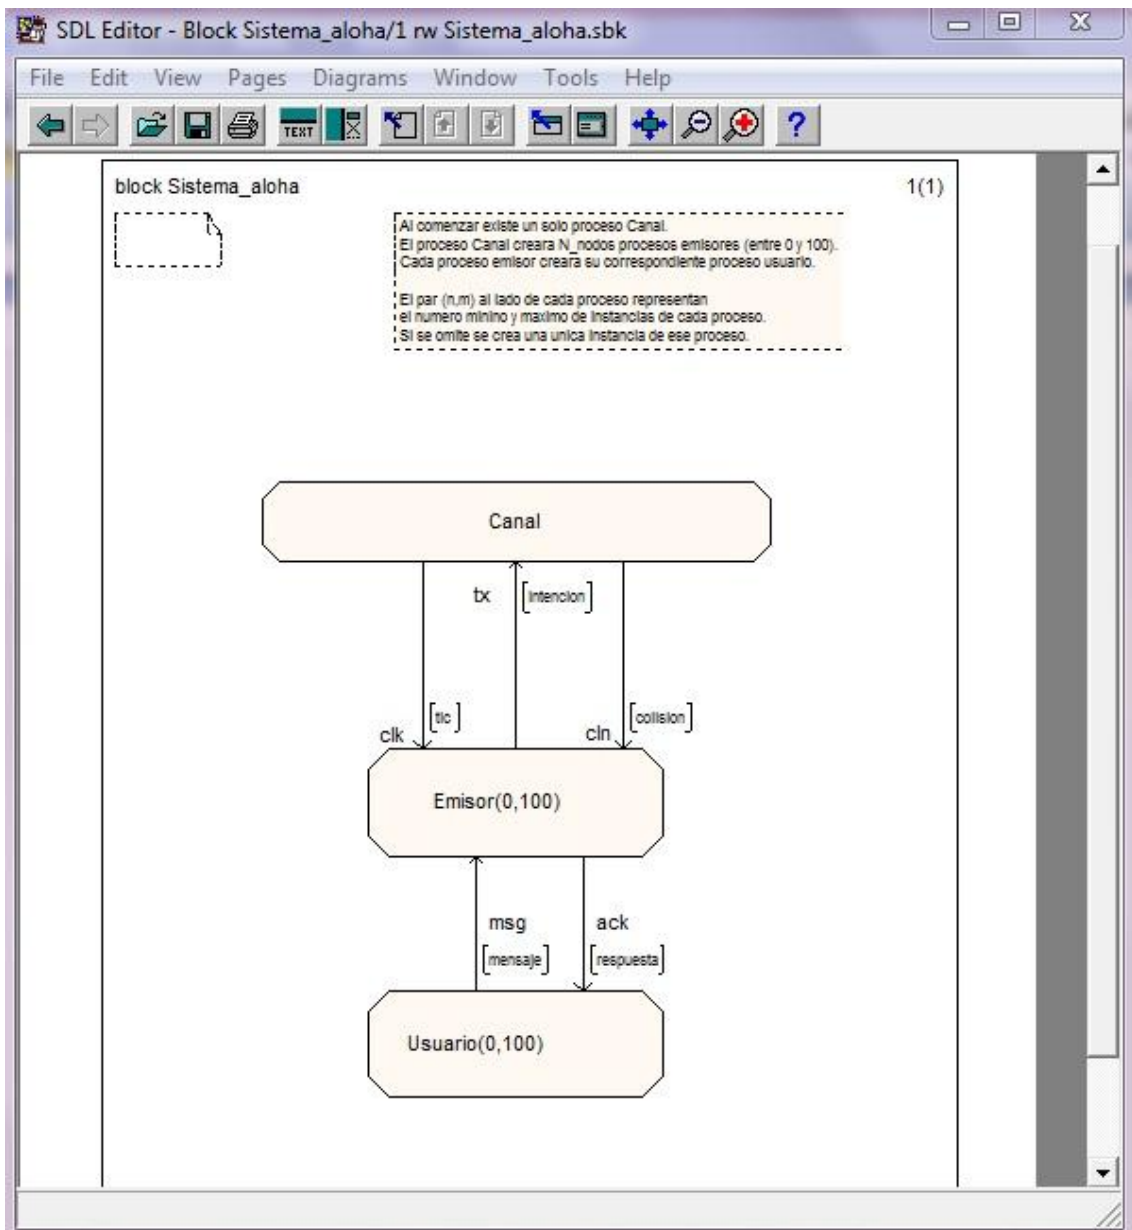

Figura 27: Bloque Sistema_aloha
Ahora debe dibujar el diagrama de bloques como se muestra en la Figura 27. Debe añadir los símbolos y líneas de una manera similar a la edición de diagrama del sistema. Por favor, tómese un minuto a leer los siguientes tres subapartados antes de iniciar el diagrama de dibujo, con el fin de familiarizarse con los nuevos conceptos que se introducen y cómo manejarlos.
1. Complete las siguientes señales entre Emisor y Canal tal como se muestra en la figura 27. Añada también el proceso Usuario y sus respectivas señales.